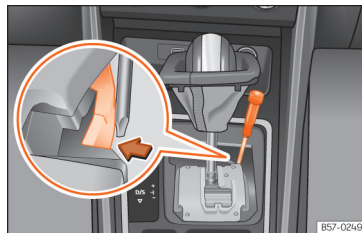

Fig. 91 Alavanca seletora: desbloqueio de emergência na posição de estacionamento.
- Com a ajuda da parte plana de uma chave de fendas, pressione lateralmente a patilha amarela e mantenha-a pressionada » » Fig. 91.